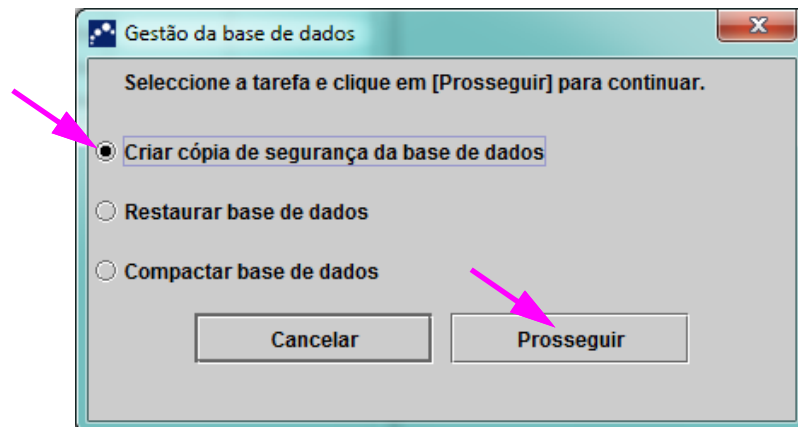

**Figura 5-8. Caixa de diálogo Gestão da base de dados**
1. Se a caixa **Lembretes de gestão da base de dados** na caixa de diálogo Configuração do sistema (consulte a figura 2-77) **não** estiver marcada, a caixa de diálogo Gestão da base de dados (consulte a figura 5-8) não será visualizada e não será necessária qualquer acção relativa à base de dados. O software continuará a ser carregado e pode avançar para a Secção 5.2.3.2 para continuar a sequência de arranque.
2. Se a caixa **Lembretes de gestão da base de dados** da caixa de diálogo Configuração do sistema (consulte a figura 2-77) estiver marcada, a caixa de diálogo Gestão da base de dados (consulte a figura 5-8) será então apresentada por cima da janela GeneXpert Dx System, perguntando se pretende realizar tarefas de gestão da base de dados.
- A. Se clicar em **Não** na caixa de diálogo Gestão da base de dados (consulte a figura 5-8), o software GeneXpert Dx continua a ser carregado e pode avançar para a Secção 5.2.3.2.
- B. Se clicar em **Sim** na caixa de diálogo Gestão da base de dados (consulte a figura 5-8), ser-lhe-á pedido que seleccione a tarefa a realizar (consulte a figura 5-9).